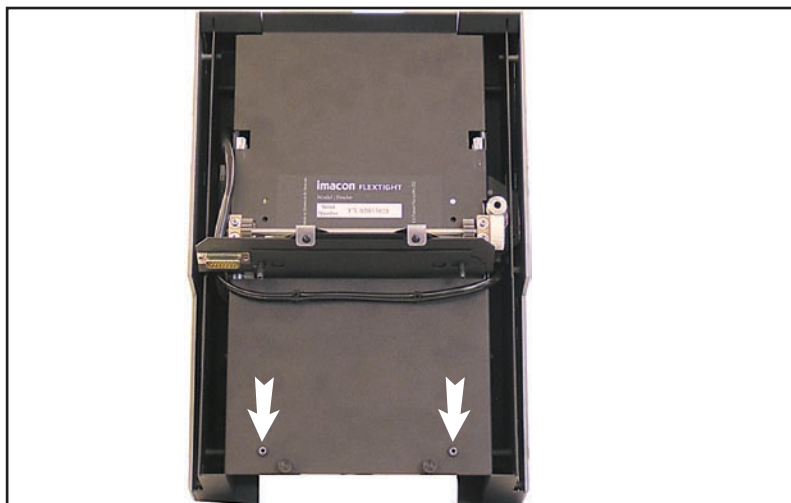

Figure 11 : Trous d'insertion des vis d'expédition à l'arrière de l'alimentateur
3. Examinez la partie inférieure de l'arrière de l'alimentateur et repérez les deux trous utilisés pour bloquer le magasin durant l'expédition (voir Figure 11 ci-dessous). Introduisez les vis d'expédition dans ces trous et serrez-les de manière à bloquer le magasin en position.